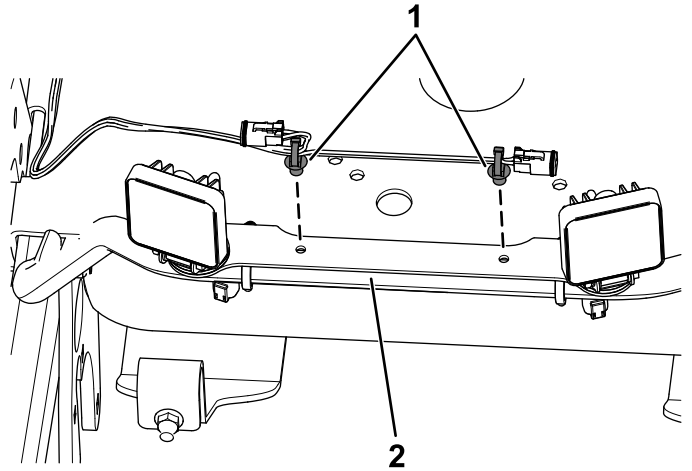

Figura 4
2. Sujete el arnés de cables al soporte de las luces usando las 2 grapas del arnés de cables (Figura 4).